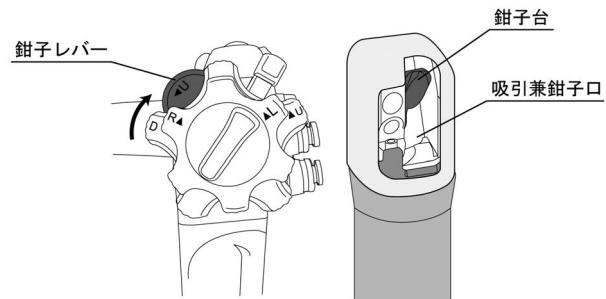
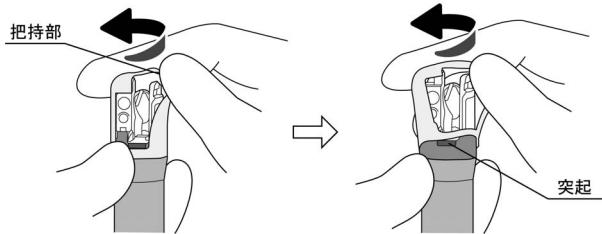

図 11
図 12
- (2)吸引兼鉗子口が閉じている場合は、図 11 に示すように、鉗子レバーを「◀U」とは反対方向に止まるまで動かして、吸引兼鉗子口を開いた状態にする。
- (3)内視鏡の湾曲部先端をやさしく把持する。
- (4)図 12 に示すように、湾曲部の先端側をやさしく把持したまま、以下に従って先端カバーを取りはずす。